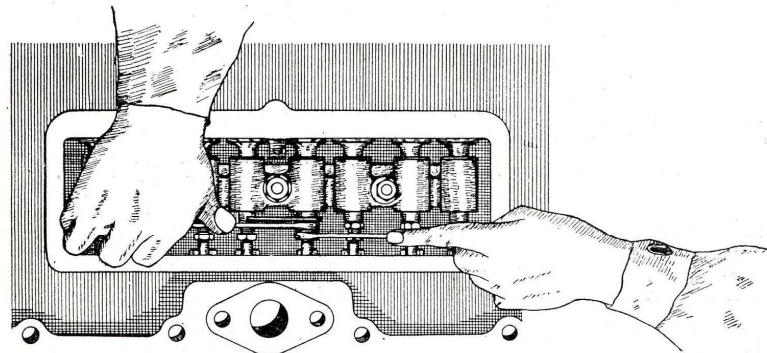

Abb. 6.
b) Ventileinstellung. — Das Spiel der Ventile soll 0,25 mm betragen. Die Einstellung erfolgt, wie dies aus Abbildung 6 ersichtlich ist.